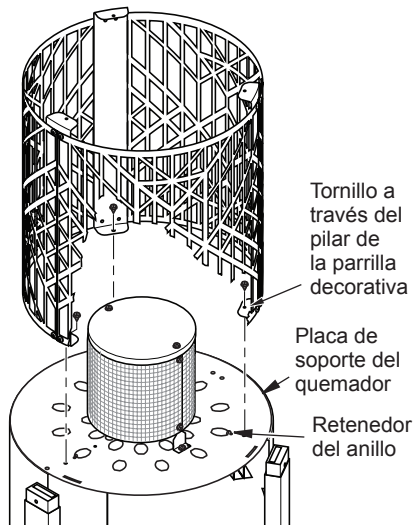
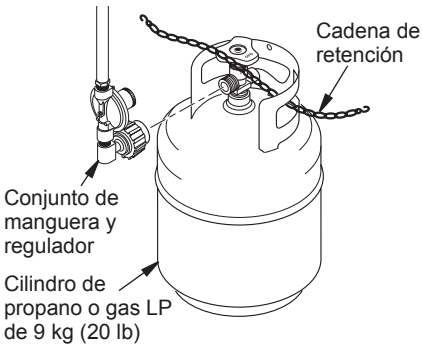

Figura 7 - Fijación del conjunto de parrilla al calentador
Figura 12 - Conexión del conjunto de manguera-regulador al cilindro de propano o gas LP
13. Fije el conjunto de parrilla a la placa de soporte del quemador usando 3 tornillos (C), uno a través de la parte inferior de cada pilar de la parrilla decorativa (consulte la figura 7).
22. Coloque los retenedores de los anillos (ganchos en "S") a través de los orificios en la placa de soporte del quemador como se muestra en la figura 7, en la página 7.
Use un cilindro de 9 kg (20 lb) de propano o gas LP solamente (no incluido). Consulte la información de seguridad para seleccionar el cilindro adecuado. Conecte el conjunto de manguera-regulador al cilindro de propano (consulte la figura 12). La manguera ya debe estar conectada al calentador. Cuando conecte el conjunto de regulador a la válvula del cilindro, apriete la tuerca manualmente en el sentido de las manecillas del reloj hasta que se detenga definitivamente. NO utilice una llave para apretarla. El uso de una llave podría dañar las tuercas acopladoras de cierre rápido y ocasionar una situación peligrosa.
Guíe la cadena de retención para que pase a través de por lo menos una de las manijas del tanque de propano o gas LP (consulte la figura 12). Asegúrese de colocar la cadena a través de la manija del tanque y NO alrededor de la válvula del tanque. La cadena no debe interferir con la válvula. Fije los ganchos de ambos extremos de las cadenas a los retenedores de los anillos instalados en la placa de soporte del quemador, consulte figura 7, página 7.